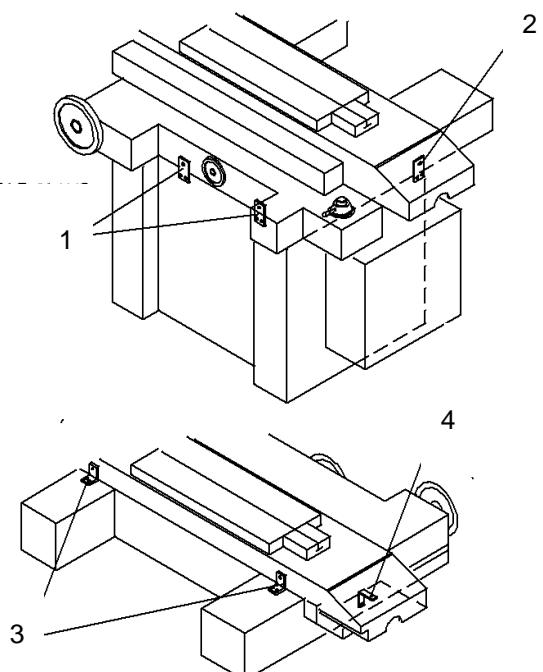

Рис.4.3
- (6) Перепроверьте еще раз все крепления и фиксаторы, смотри Рис.4.3.
- (7) Проверьте подъемный крюк.
(8) При перемещении грузчики должны держаться отдельно от станка, недопускать появления людей под поднимаемым грузом или в опасной близости от него.
- (9) Грузчики должны иметь соответствующую квалификацию и допуск к проведению работ.
(4) Перепроверьте еще раз все крепления и фиксаторы, смотри Рис.4.3.
(5) Оператор погрузчика должен иметь соответствующую квалификацию и допуск к работам.
Перед любым перемещением станка, необходимо зафиксировать его подвижные части, это позволит избежать смещения центра тяжести станка и перемещения рабочего стола. На Рис.4.3 показано место установки 3х фиксирующих винтов - M8x1,25P.